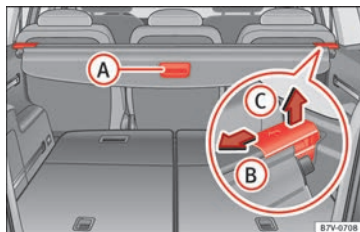

Bild 164 I bagageutrymmet: hatthylla
- Dra hyllans handtag »» **bild 164 A** bakåt.
- Frigör hyllan i pilens riktning » **bild 164 B**.
- Lyft av hyllan i pilens riktning » **bild 164 B**.
- Frigör hyllan i pilens riktning » **bild 164 B** och lyft ut den i pilens riktning **C**.